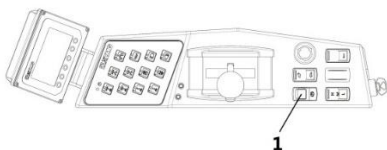

Рис. 3-8 Приборная панель
7. Проверка надежности тормоза (Рис. 3-8)